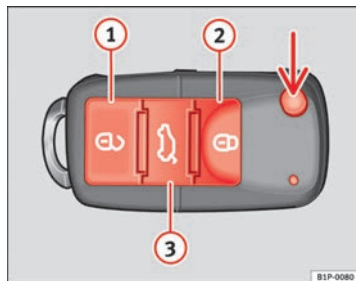

Abb. 64 Tastenbelegung
Mit der Taste  $\Rightarrow$  Abb. 64 (Pfeil) der Fernbedienung wird der Schlüsselbart ausgeklappt.
Fahrzeug entriegeln  $\Rightarrow$  Abb. 64 ①.
Fahrzeug verriegeln  $\Rightarrow$  Abb. 64 ②
Heckklappe entriegeln. Die Taste  $\Rightarrow$  Abb. 64 ③ betätigen, bis alle Blinkleuchten am Fahrzeug kurz aufleuchten. Nach Drücken der Entriegelungstaste  $\Rightarrow$  Abb. 64 ③ können Sie die Heckklappe innerhalb von 2 Minuten öffnen. Nach Ablauf dieser Zeit wird die Heckklappe wieder verriegelt.
Zudem blinkt die Batterie-Kontrollleuchte des Schlüssels  $\Rightarrow$  Abb. 64 auf.
Bei einmaligem Drücken der Taste  $\Rightarrow$  Abb. 64 ① wird nur die Fahrertür entriegelt. Alle anderen Türen bleiben verriegelt.  $\blacktriangleright$
Bei zweimaligem Drücken der Taste   ⇒ Abb. 64  werden alle Türen entriegelt.
- Betätigen Sie die Taste  ⇒ Abb. 64 an der Funk-Fernbedienung.